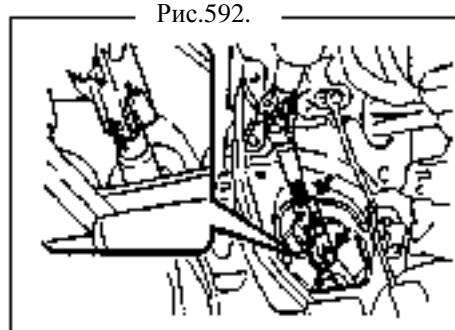

Рис.592.
- (a) Совместите отметки между средним и скользящим валами (рис.592).